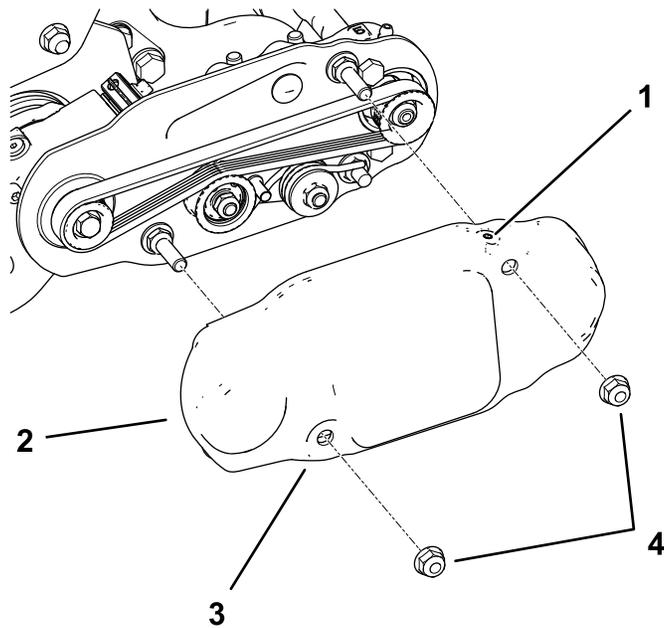

图 16
2. 将皮带罩滑动到安装螺栓上并用 2 个凸缘螺母固定皮带罩 图 16。